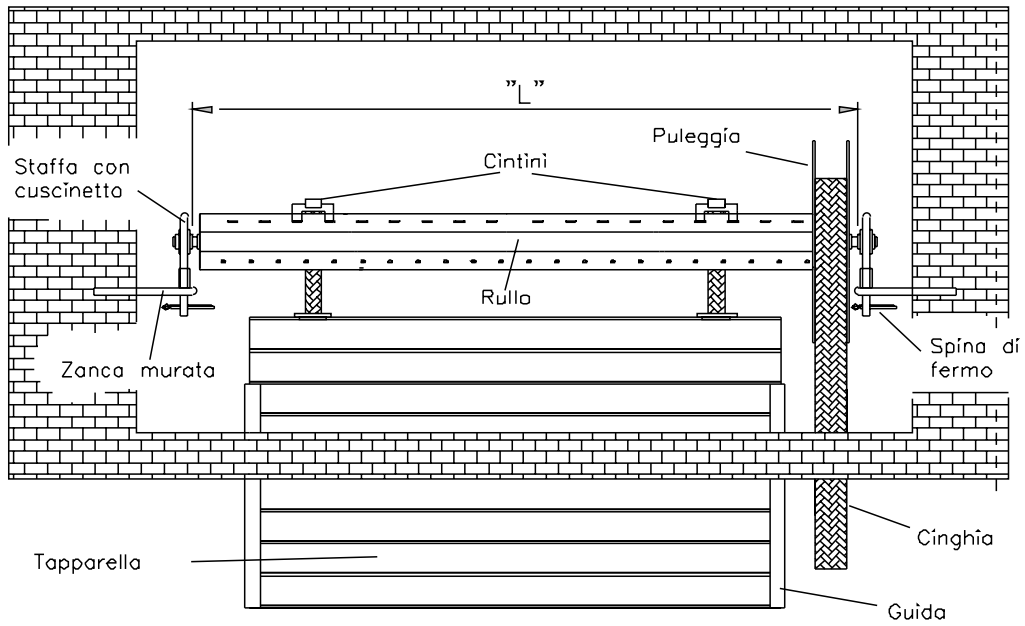

FIG 2.1
- Sfilare il rullo dal cassonetto ( vedi fig 2.1 ).